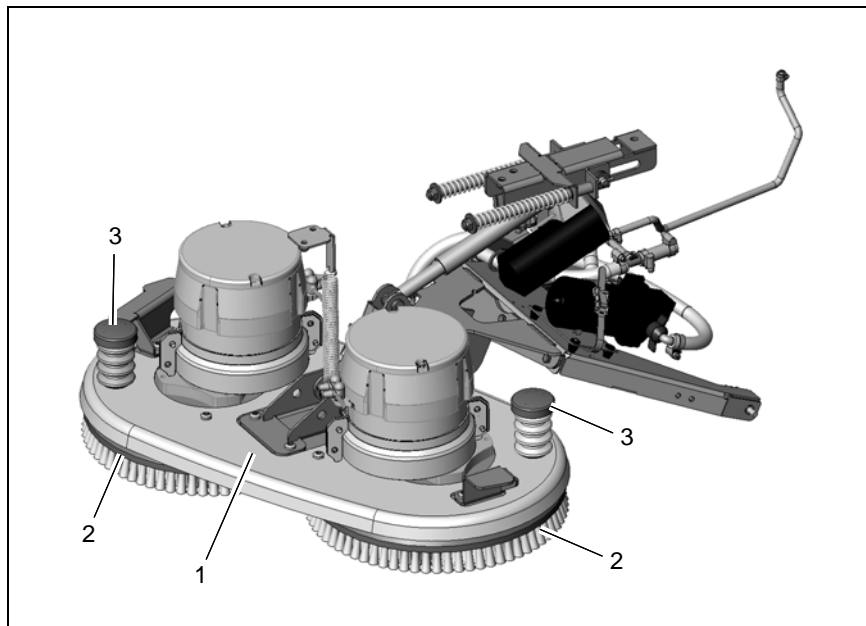

fig. 25
Nettoyer les brosses (fig. 25/2) dans la tête de brosses (fig. 25/1) quotidiennement ou en cas de besoin.
2. Abaisser l'éjecteur de brosses (fig. 25/3) et retirer les brosses pour les nettoyer.
2. Abaisser l'éjecteur de brosses (fig. 25/3) et retirer les brosses usagées.